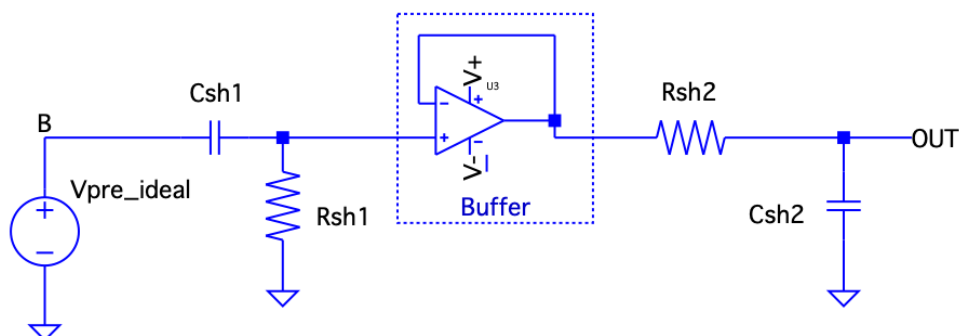

fig.2: schema shaper CR-RC
- Collegare ora l'uscita del preamplificatore sull'ingresso B dello shaper (vedi fig. 2) e ripristinare le condizioni del punto 1.2 (cioè le condizioni iniziali con l'impulso in ingresso quadrato negativo di durata 5 us).